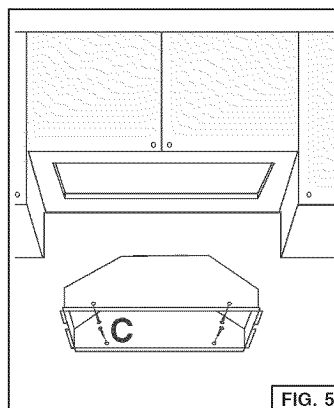
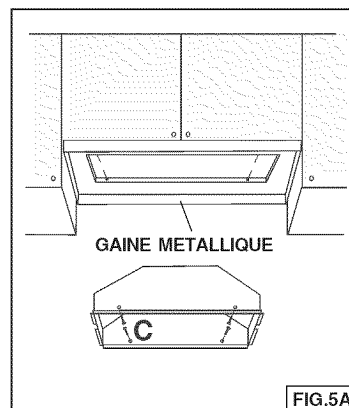

FIG. 5
FIG.5A
4. **REMARQUE :** Pour les installations où le module de puissance se trouve à moins de 30" au-dessus du plan de cuisson, il est recommandé de glisser ce dernier dans une enveloppe métallique ou dans un corps incombustible. Cette précaution facilitera le nettoyage et fournira une protection au meuble (Fig.5A).
5. Placer la hotte dans le meuble (Fig. 5) ou dans la gaine en métal (Fig. 5A) et verrouillez à l'aide du ressort latéral.
6. Fixer la hotte à l'aide (4) des vis "C" de montage pour tôle. (Fig. 5 – installation arrière en bois – épaisseur recommandée 1/2"-3/4").